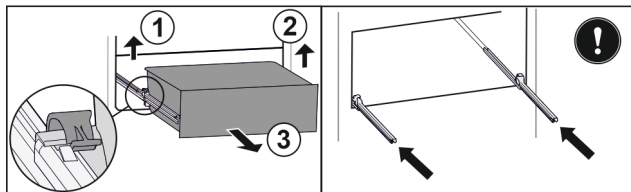

Fig. 126
- ▶ Podnieść lewy zacisk i wysunąć jednocześnie szufladę po lewej do przodu. Fig. 126 (1)
- ▶ Podnieść prawy zacisk i wysunąć jednocześnie szufladę po prawej do przodu. Fig. 126 (2)
- ▶ Wyjąć szufladę do przodu. Fig. 126 (3)